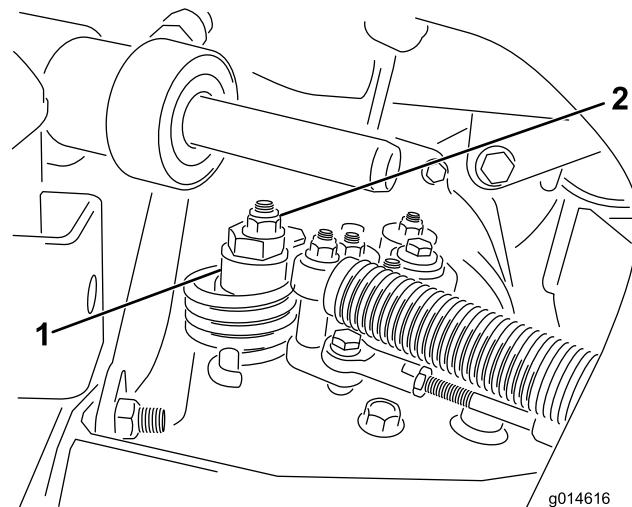

Bild 49
- A. Lösen Sie die Mutter, mit der der Exzenter oben am Hydrostat befestigt ist (Bild 49).
- C. Drehen Sie den Ekzenter, bis kein Kriechen in jeder Richtung auftritt. Ziehen Sie die Schraube fest, wenn sich das Rad nicht mehr dreht, um den Ekzenter und die Einstellung zu arretieren (Bild 49). Überprüfen Sie die Einstellung mit dem Gasbedienungshebel auf Langsam“ und auf Schnell“.